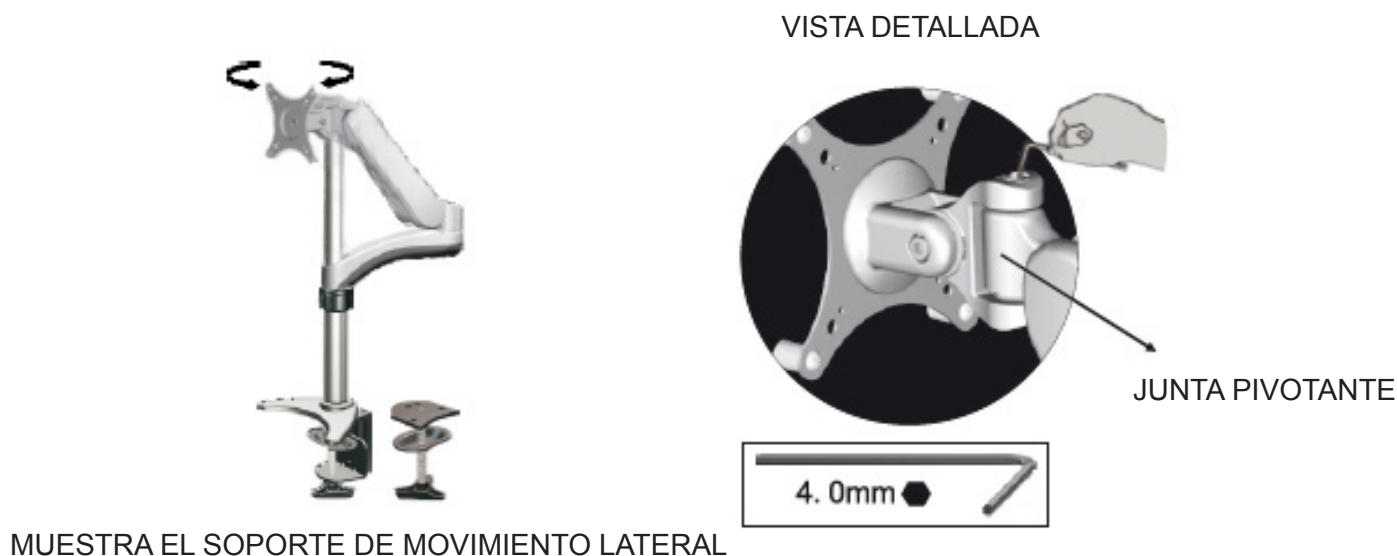

Figura 6
3. Para aumentar o disminuir la resistencia de la junta pivotante y adaptarse a la oscilación de lado a lado, ajuste la tensión del tornillo situado en la parte frontal del brazo articulado. (Ver figura 6)